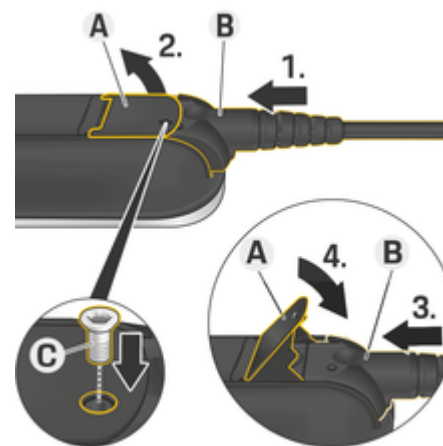

Fig. 9: Fissaggio del cavo e del connettore
- ✓ La linguetta **A** (Fig. 9) è chiusa.
1. Inserire il connettore **B** (Fig. 9) nell'unità di comando fino ad avvertire una prima resistenza.
5. Fissare il connettore **B** con la vite **C** (Fig. 9) all'unità di comando.